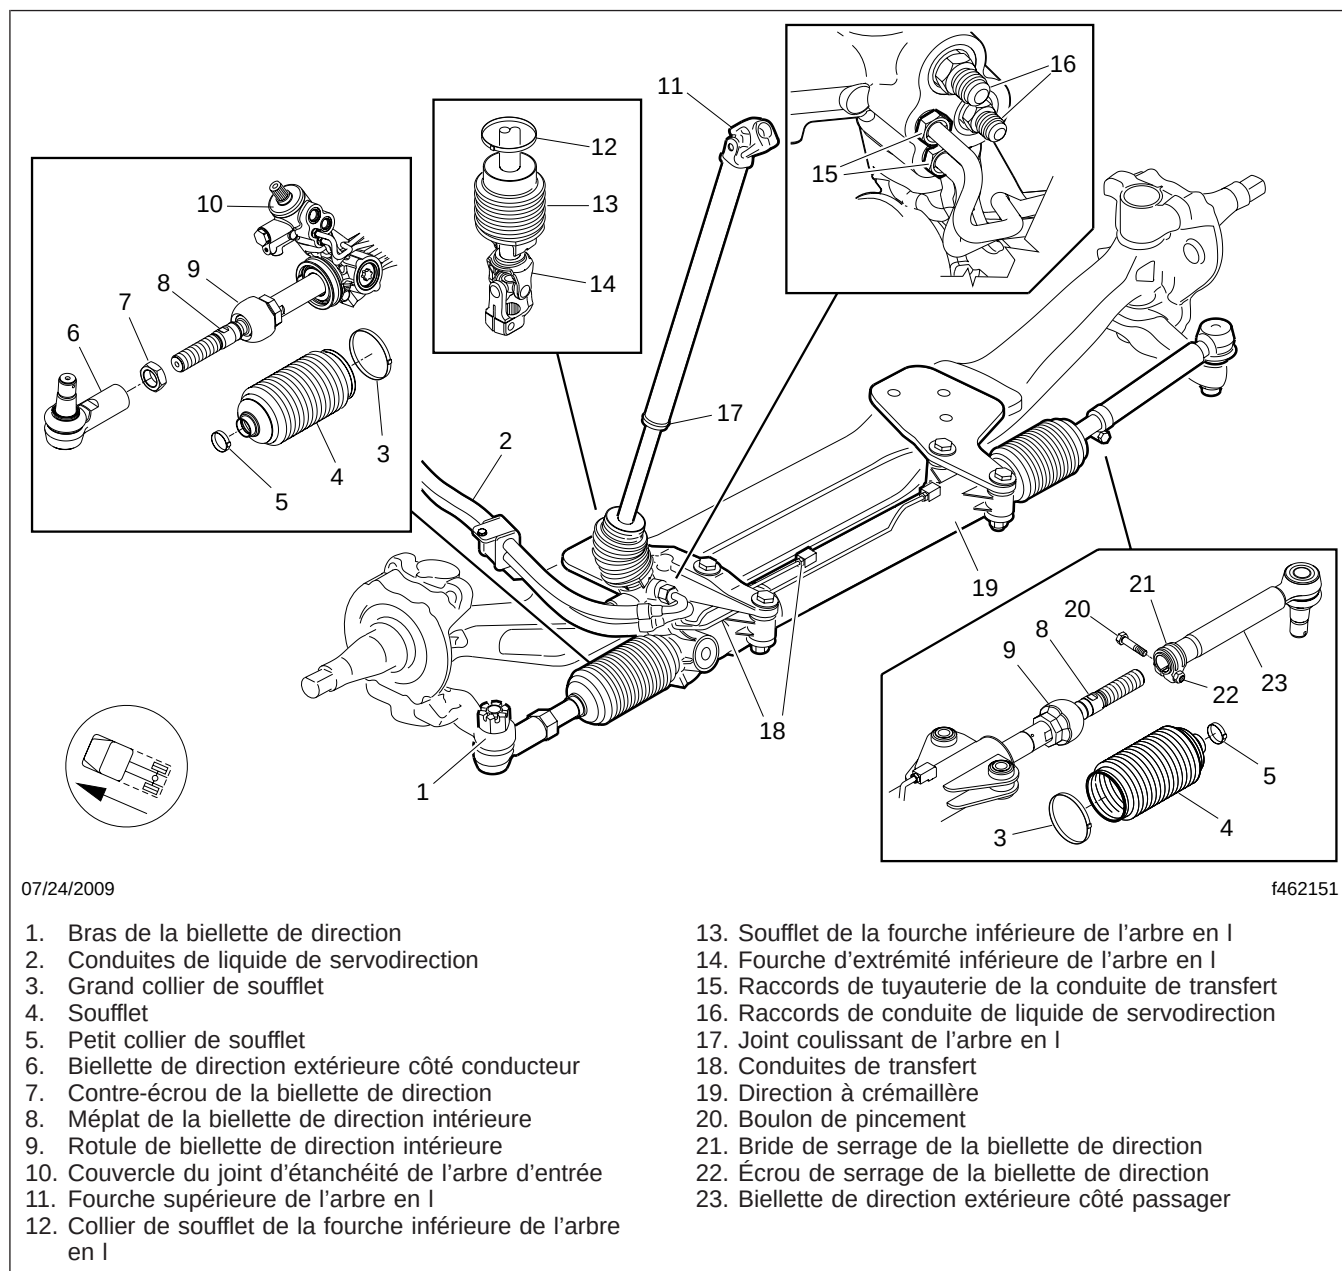

Fig. 4, Système du boîtier de direction à crémaillère
Le système du boîtier de direction à crémaillère est conçu de sorte à ne pas nécessiter d'entretien. Inspectez le système tel que décrit ci-dessous, et réparez ou remplacez tout composant usé ou endommagé. La **figure 4** montre les composants du système du boîtier de direction à crémaillère.
10. Vérifiez les raccords de tuyauterie des conduites rigides de transfert de la servodirection, consultez la **figure 4**, élément 15. Si un des raccords fuit, remplacez l'ensemble de direction à crémaillère.